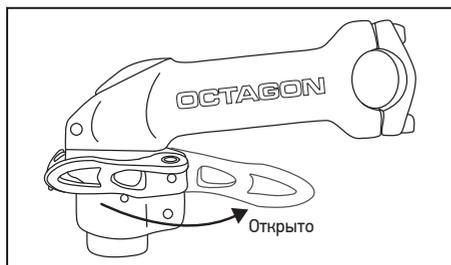

Рис. 27: Установить рычаг быстроразъемного зажима в открытое положение
1. Установить рычаг быстроразъемного зажима муфты (Рис. 27).